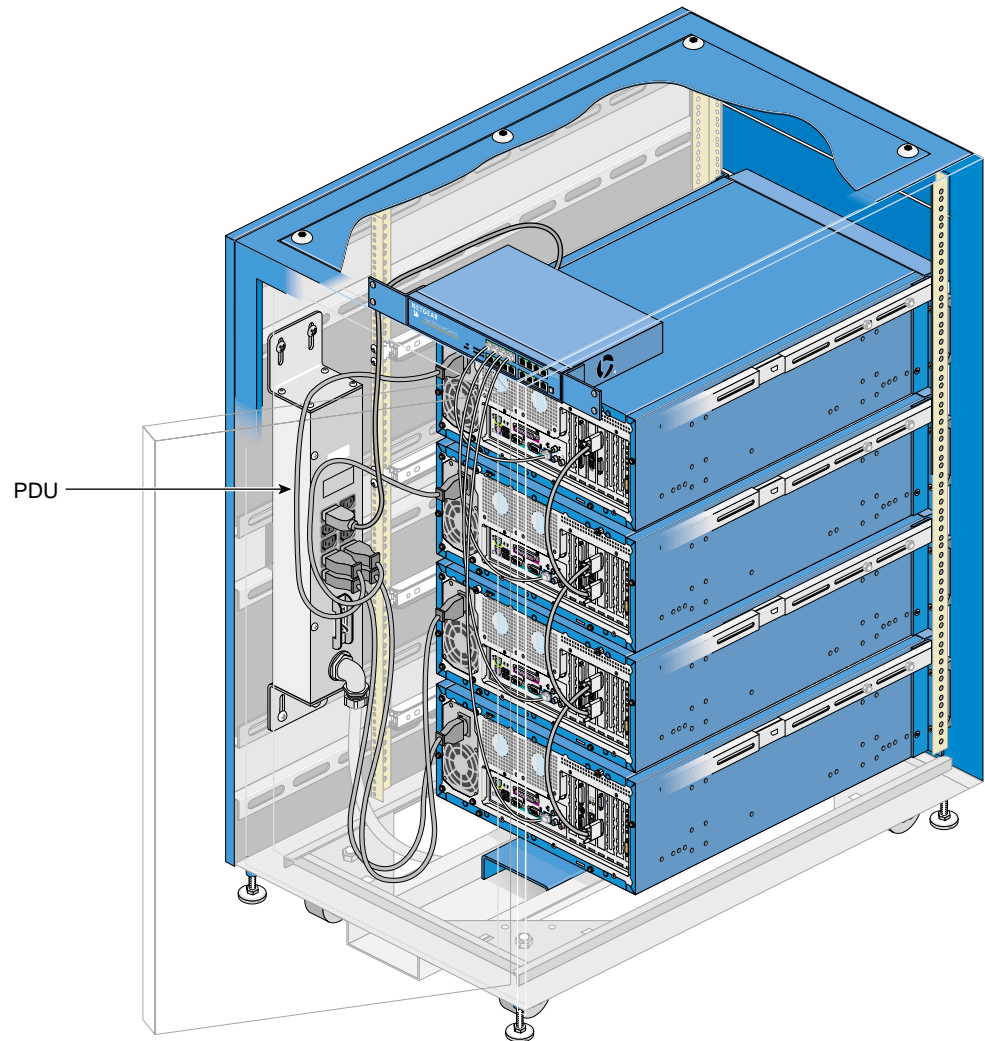

図 4-3 ノードの電源ケーブル
4. ラックの背面で、ノードの電源ケーブルをノードのソケットから外します (図 4-3 を参照)。